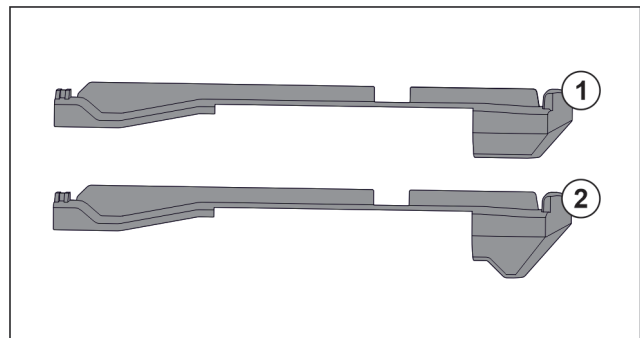

Fig. 56 Порівняння вставних частин
У пристрої є дві різні вставні частини. Вставна частина над самим нижнім висувним ящиком Fig. 56 (2) має трикутний край. Всі інші вставні частини Fig. 56 (1) мають прямий край.
- ▶ Розмістити вставну частину Fig. 56 (2) з трикутним краєм над самим нижнім висувним ящиком.
- ▶ Розмістити вставну частину Fig. 56 (1) з прямим краєм у всіх інших місцях.